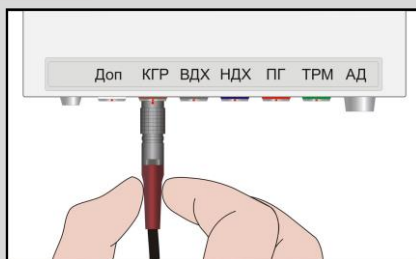

Рис. 1. Правильное положение штекеров.
- возьмите датчик за штекер и вставьте в соответствующее гнездо устройства контроля и оценки красной точкой вверх (Рис. 1);